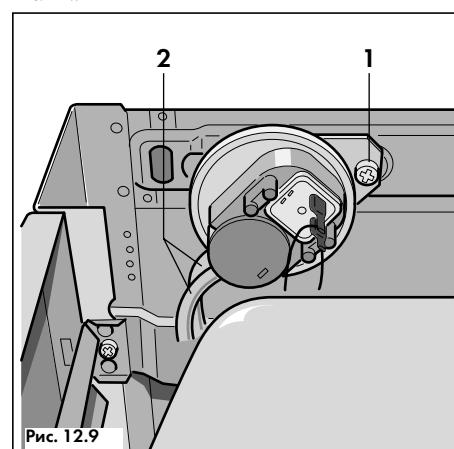

Рис. 12.9
- Вывинтить винт (1, рис. 12.9) и вынуть датчик;
- Снять с датчика импульсные трубы (2, рис. 12.9);